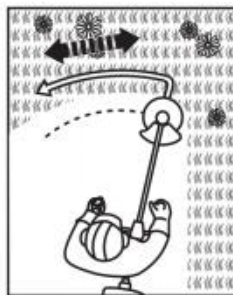

Fig. 45
5. Beweeg het product met een langzame, regelmatige boog van links naar rechts, voordat u het terugbrengt naar de startpositie en vervolgens het volgende gedeelte bijsnijdt (Fig. 45).